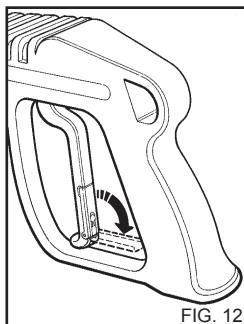

FIG. 12
**⚠** Quand le nettoyeur haute pression n'est pas utilisé, fermer le dispositif de sécurité de la poignée (fig. 12).